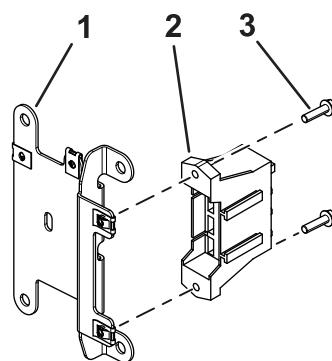

Figura 3
3. Instale el bloque de fusibles del arnés de cables en la placa de montaje de los fusibles usando 2 tornillos (Nº 10 x $\frac{3}{4}$ "), como se muestra en la **Figura 3**.